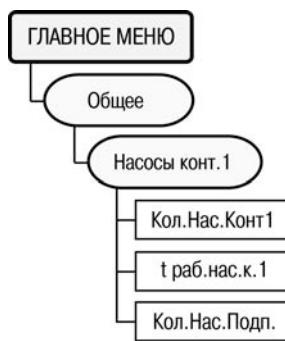

Рисунок 6.19
6.14.10 Параметры, определяющие работу насосов контура 1, задаются через пункт меню **//Общее/Насосы конт.1** (рисунок 6.19).